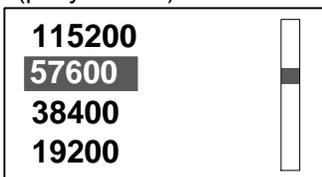

Рисунок 2.7 – Список возможных значений
2.5.2.2 Список позволяет выбрать одно значение из представленного списка возможных (рисунок 2.7).